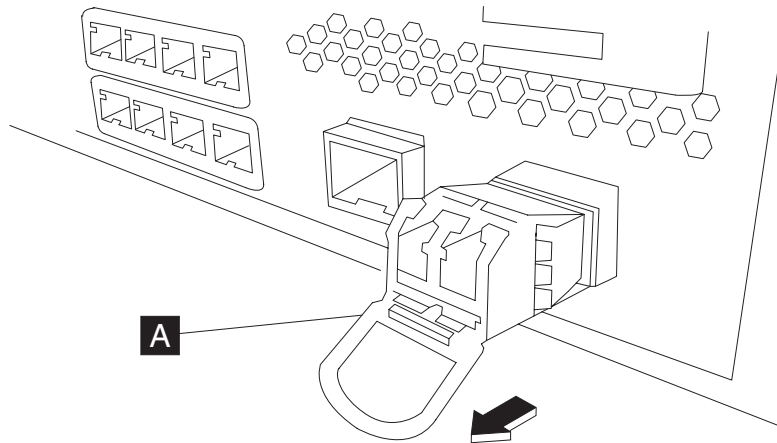

Abbildung 19. SFP+-Transceiver entfernen
- Ziehen Sie die blaue Verriegelung (**A**) an der Vorderseite des Transceivers nach unten, wie in Abb. 19 dargestellt.